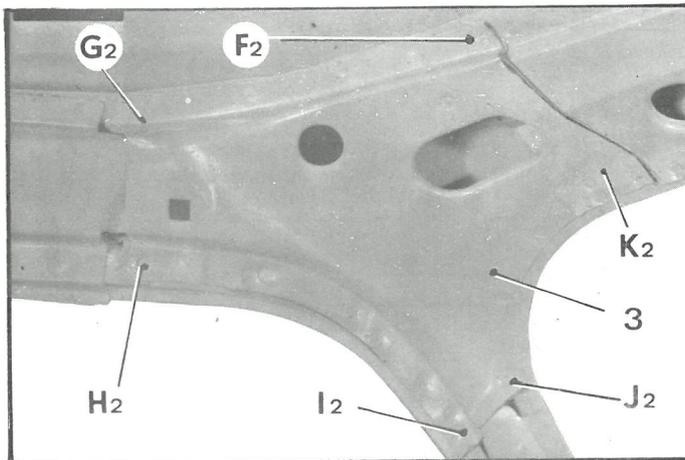

Fig. 12
Mettre en place le gousset (3) (fig. 12).
- en F₂ G₂ (fig. 12)
- en H₂ I₂ (fig. 12)
- en J₂ K₂ (fig. 12)